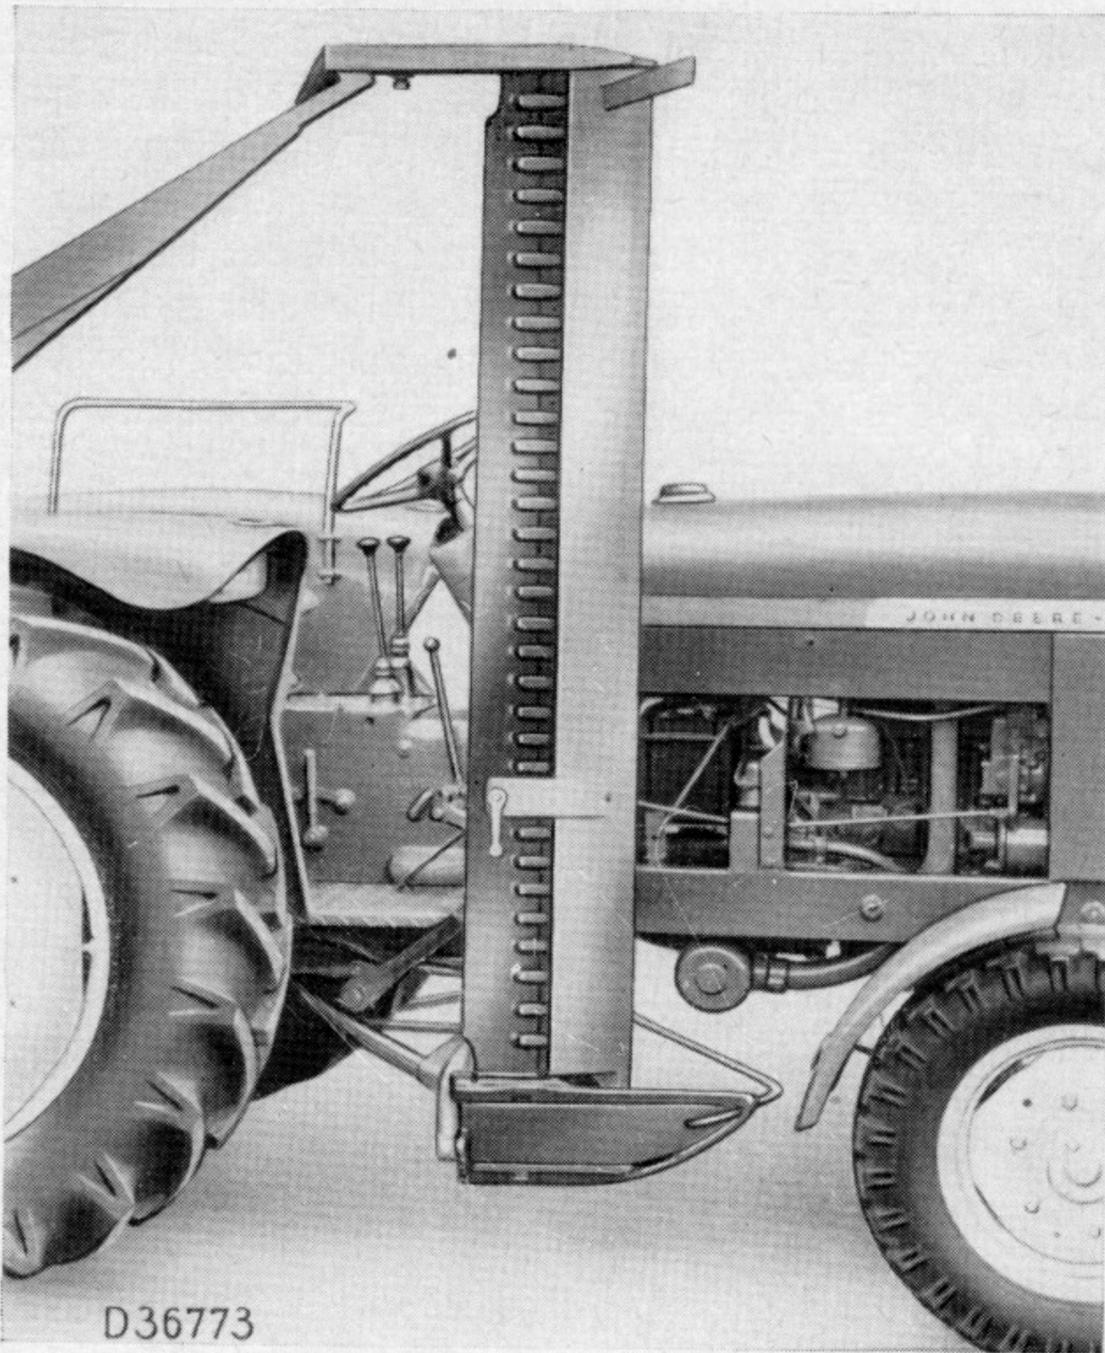
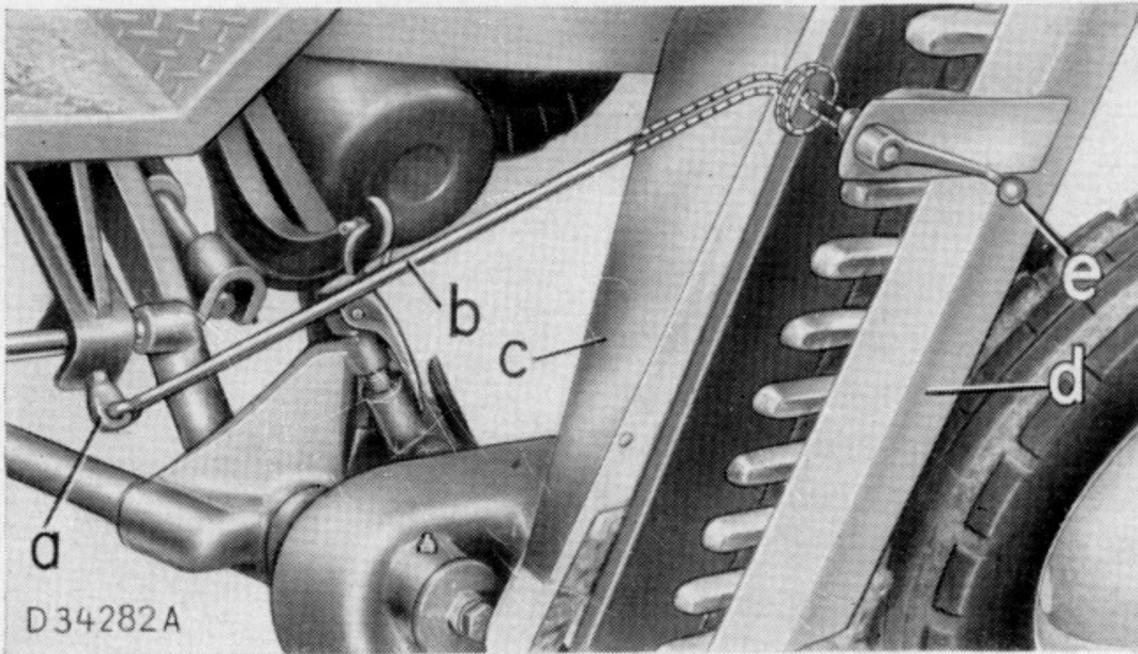
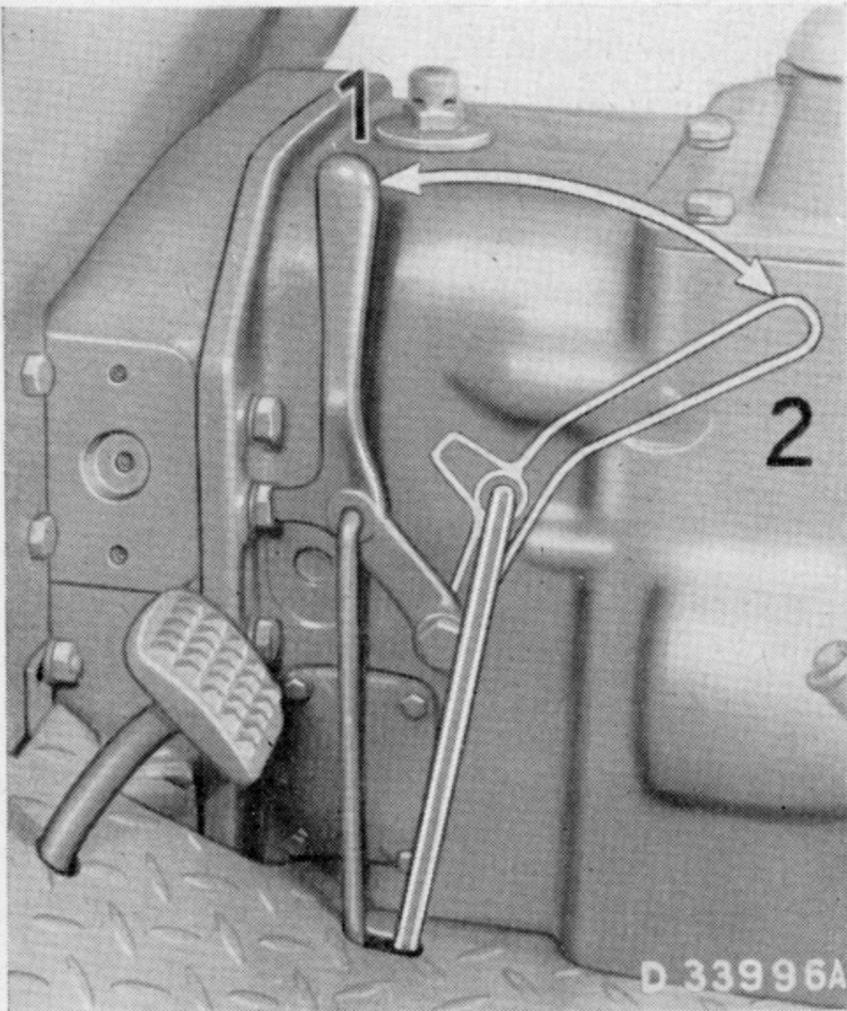

Bild 165. Mähwerk in Transportstellung
Bild 168
Bild 169. Schalthebel für Mähwerksantrieb
Es wird von der vorderen Zapfwelle (Mähwerktriebswelle) angetrieben und durch den Schalthebel (Bild 169) ein- und ausgeschaltet. Der Antrieb erfolgt über eine **Rutschkupplung**, die bei Überlastung Kurbelstangenbruch und Messerschäden verhütet.
a) **Mähstellung:** Bei Stopstellung 0 (Bild 166) des Hydraulik-Bedienungshebels Knebelmutter e (Bild 168) lösen (Mähbalken dabei festhalten), Haltestrebe b von Mähbalken trennen, Schwadbrett c und Fingerschutz d abnehmen. (Achtung, Unfallgefahr durch ungeschütztes Messer.) Haltestrebe b um 180 Grad nach rechts drehen und den Verriegelungsbolzen a aus dem Aufhängebock ziehen; dabei Mähwerk durch Betätigung des Bedienungshebels etwas anheben, um den Verriegelungsbolzen zu entlasten. Hierauf
Mähbalken durch Betätigung des Hydraulik-Bedienungshebels ablassen. Schwadbrett an Mähbalken befestigen (Bild 165 a/b). Spurstöcke für **niederes** Mähgut auf Stellung ,a' (Bild 165 c), für **hohes** Mähgut auf Stellung ,b' einstellen. Bei niederer Drehzahl Motorkupplung ausrücken und Mähwerksantrieb durch Einstellen des Zapfwellenschalthebels auf Stellung 2 (Bild 169) einschalten.
Bild 165 a.
Bild 165 b.
Bild 165 c.
Wenn beim Mähen das Mähwerk plötzlich stehen bleibt und die Rutschkupplung anspricht, ist sofort **der Mähwerksantrieb auszuschalten**, da bei längerem Rutschen der Kupplung der Belag heißläuft und verbrennt. **Beim Hantieren am Mähwerk** zwecks Beseitigung einer etwaigen Störungsursache (Messerverstopfung o. dergl.) **muß das Mähwerk unbedingt ausgeschaltet sein** (Schalthebel in Stellung 1 Bild 169). **Andernfalls besteht Unfallgefahr** durch plötzliches Anlaufen des Messers nach Beseitigung der Hemmung.
e) **Transportstellung:** Nach Beendigung der Mäharbeit Motorkupplung ausrücken, Gang ausschalten und Schalthebel (Bild 169) in Stellung 1 bringen. Kupplung einrücken. Für Straßenfahrt Schwadbrett vom äußeren Schuh abnehmen. Mähbalken durch Betätigung des Hydraulik-Bedienungshebels in Transportstellung heben. Verriegelungsbolzen in Aufhängebock einführen (Bild 168). Haltestrebe unter gleichzeitiger Anbringung des Schwadbrettes und Fingerschutzes durch Mähbalken stecken, Mähbalken dabei gegen Schlepper drücken und durch Aufschrauben und Festziehen der Knebelmutter (Bild 168) sichern (siehe Abschnitt 58e, Seite 124).